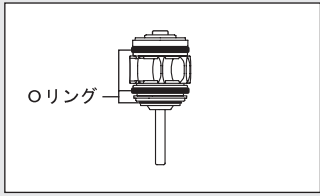

図 37
- カートリッジのOリングが、正しく取り付けられているか確認してからセットしてください（図 37）。